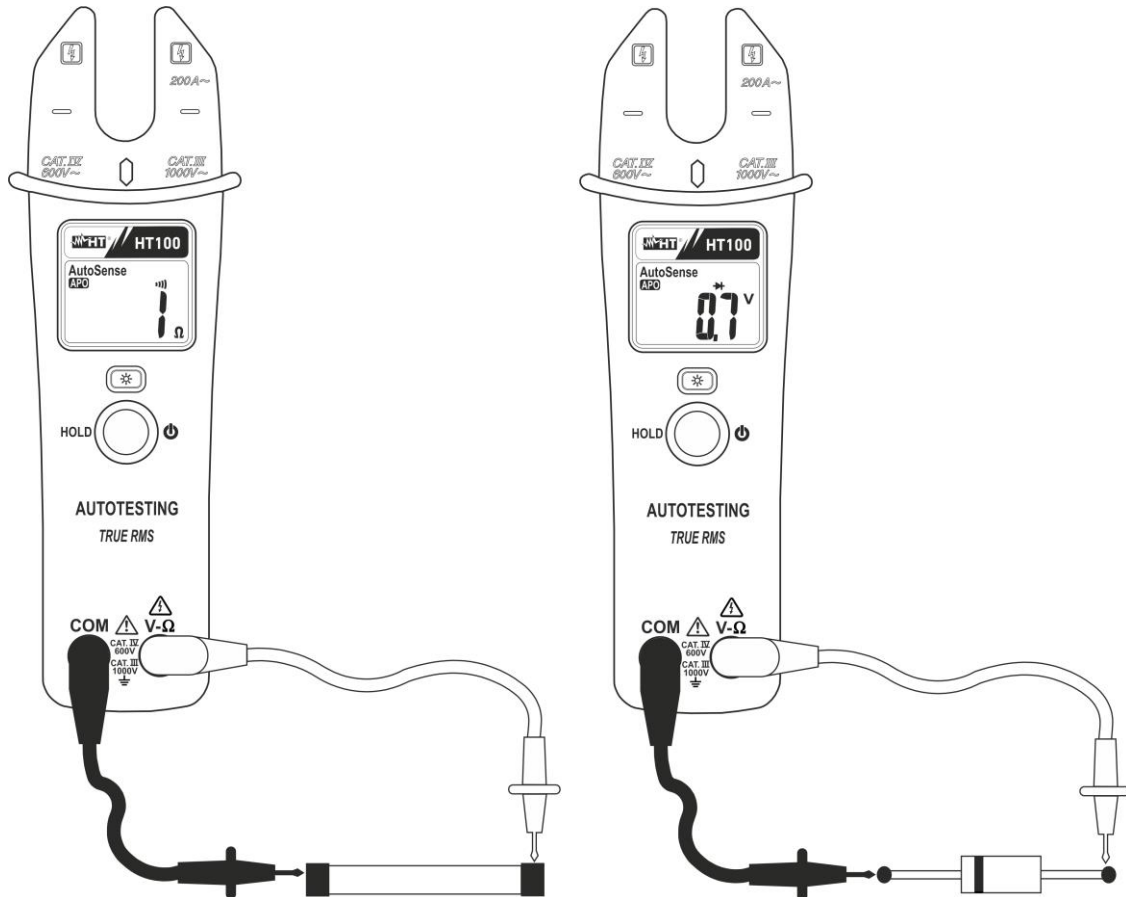

Fig. 6 : Utilisation de la pince pour test de continuité et test des diodes
1. Insérer le câble rouge dans l'entrée du jack **V-Ω** et le câble noir dans l'entrée du jack **COM** et exécuter le test de continuité sur l'objet sous test (voir la Fig. 6 - partie gauche). Le symbole « ••• » s'affiche à l'écran. L'alarme émet un signal sonore si la valeur de résistance mesurée est inférieure à 25Ω environ
3. Connecter l'embout rouge à l'anode de la diode et l'embout noir à la cathode en cas de mesure de polarisation directe (voir la Fig. 6 – partie droite). Le symbole « →| » s'affiche à l'écran. Inverser la position des embouts en cas de mesure de polarisation inverse